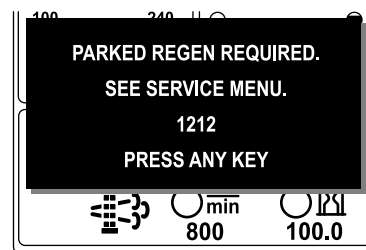

Рисунок 47
- Требуется стационарная регенерация ИНФОРМАЦИОННОЕ СООБЩЕНИЕ № 1212 (Рисунок 47)